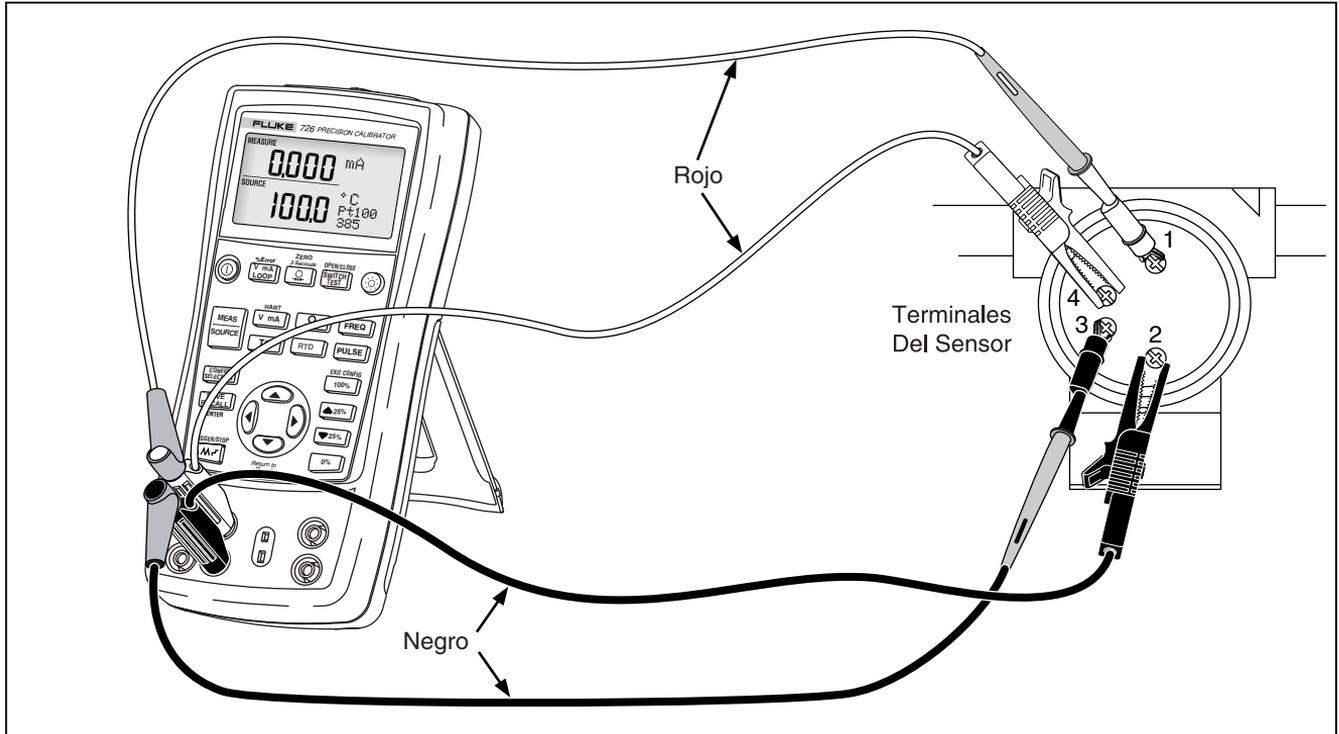

Figura 17. Conexiones para simular un RTD con 3 y 4 conductores
Conecte el calibrador al instrumento sometido a prueba tal como se muestra en la figura 17. Para simular un RTD, proceda como sigue:
*Utilice los terminales 3W y 4W sólo para mediciones y no para simulaciones. El calibrador simula un RTD de 2 conductores en su panel frontal. Para conectar a un transmisor de 3 ó 4 conductores, utilice los cables superponibles para proveer así los conductores adicionales. Vea la figura 17.*